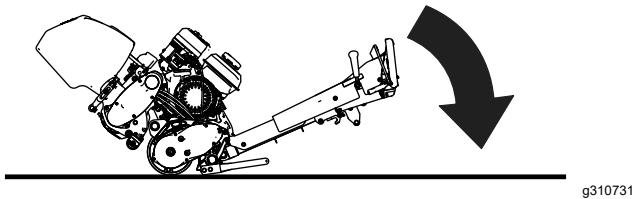

Figura 5
2. Porca do parafuso de ajuste da lâmina de corte (2)
- Com a unidade de corte instalada na máquina, desça a pega da unidade de tração para o solo (**Figura 5**).